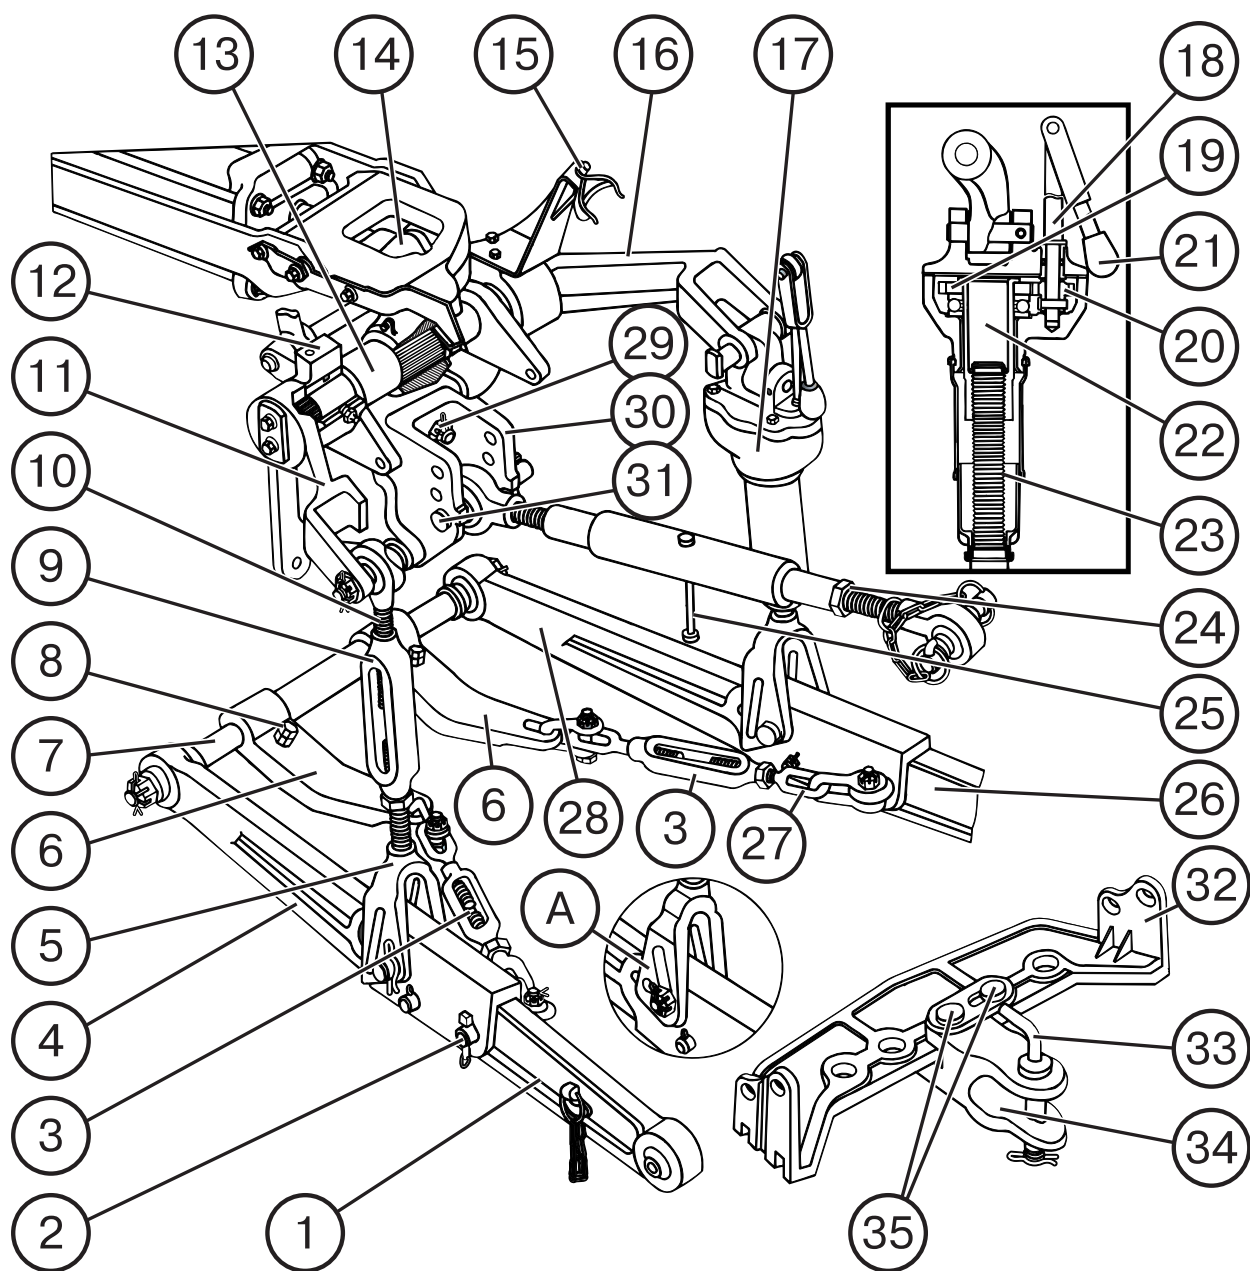

Рис. 22. Заднее навесное устройство:
При соединении трактора с широкозахватными машинами вилки 5 и 23 (рис. 22) раскосов навесного устройства трактора соедините с продольными тягами по прорезям, что обеспечит лучшую приспособляемость рабочих органов к рельефу почвы по ширине захвата. На работе, когда не используется силовое регулирование, центральную тягу установите в нижнее отверстие серьги 30.
1. Установите центральную тягу навесного устройства на верхнее отверстие серьги 30 (рис. 22).